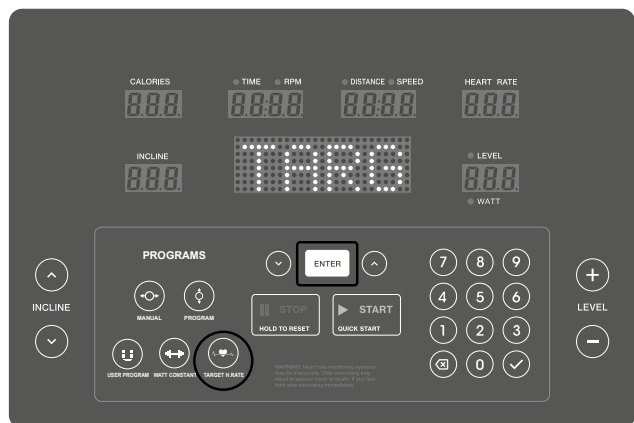

Abb. 16
1. Wählen Sie TARGET H. RATE (Abbildung 16).